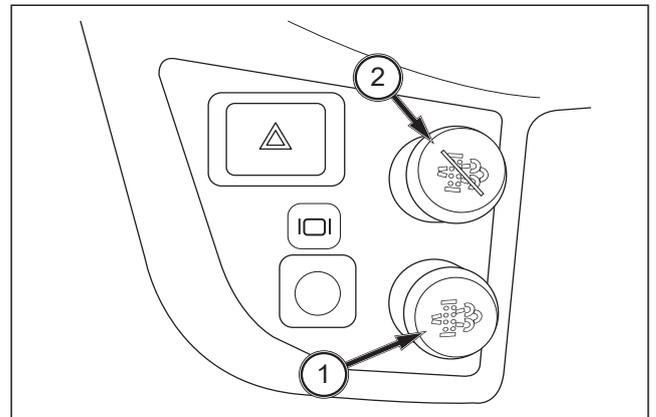

FIG. 43
FIG. 43: Regeneración y cancelación del DPF: cuando el indicador luminoso de regeneración del DPF del tractor (1) se enciende y el zumbador suena al mismo tiempo, pulse el interruptor de regeneración manual del DPF (1) para regenerar el DPF.